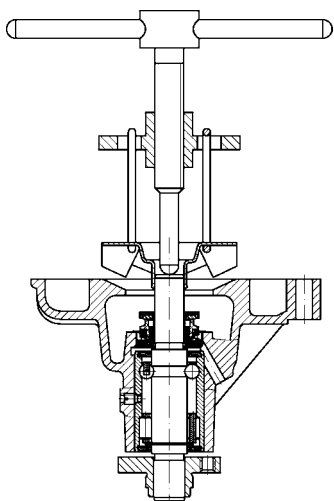

Рис. 4.134. Снятие крыльчатки насоса системы охлаждения
-с помощью съемника снять крыльчатку (рис. 4.134);